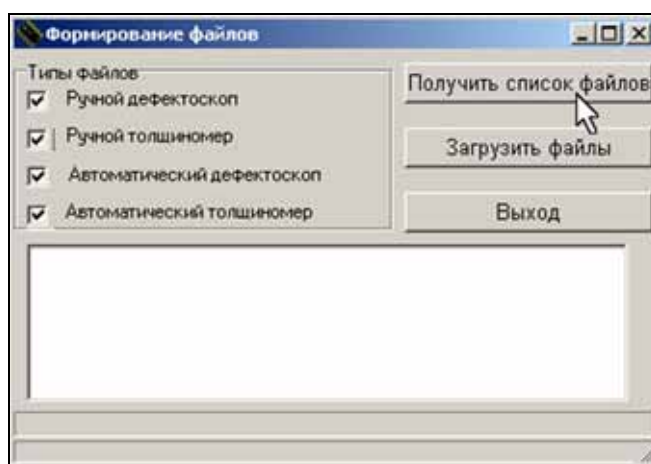

Рисунок 104 – Внешний вид окна «Формирование файлов».
7.4.3.2 Появится окно «Формирование файлов» (см. рисунок 104).
7.4.3.3 Для получения информации о количестве файлов с отчётами находящимися в подключённом дефектоскопе нажать мышкой кнопку «Получить список файлов» (см. рисунок 104).